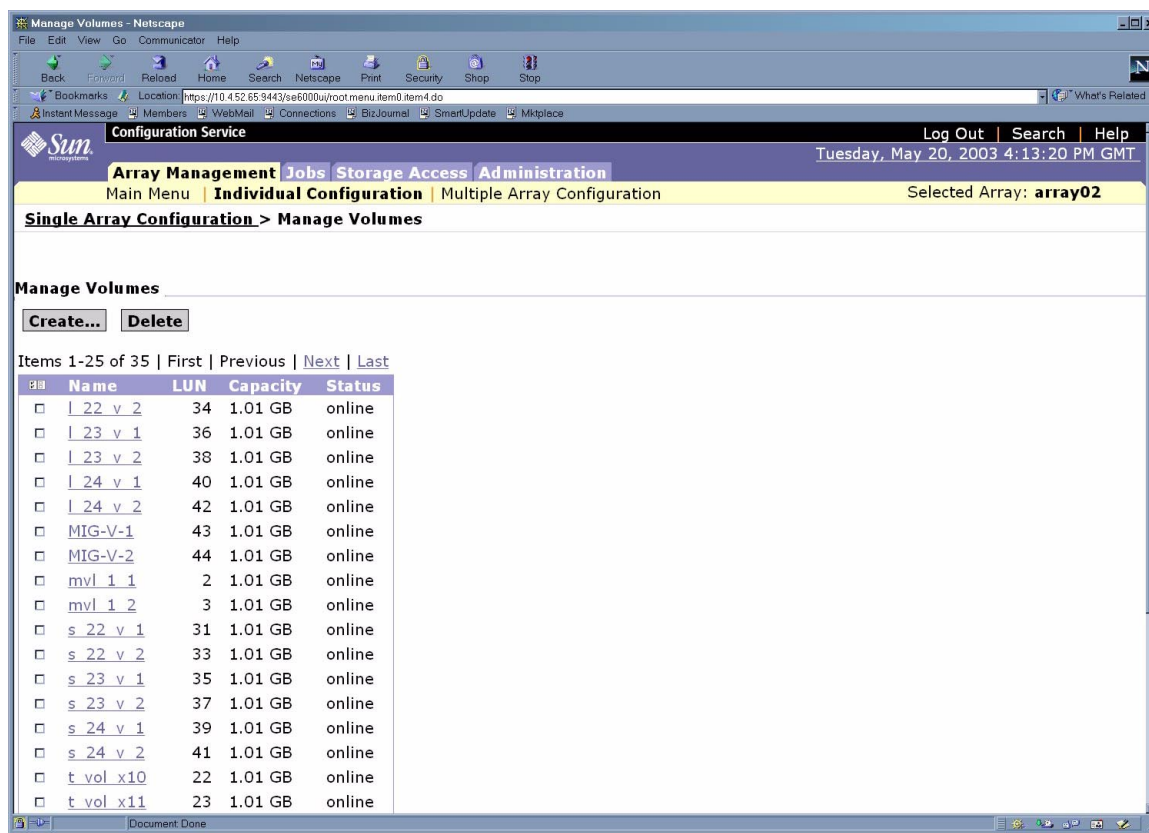

図 6-20 「個別アレイの構成 - ボリュームの管理」ページ
7. 「ボリュームの管理」をクリックします。図 6-20 に示すような「個別アレイの構成 - ボリュームの管理」ページが表示されます。